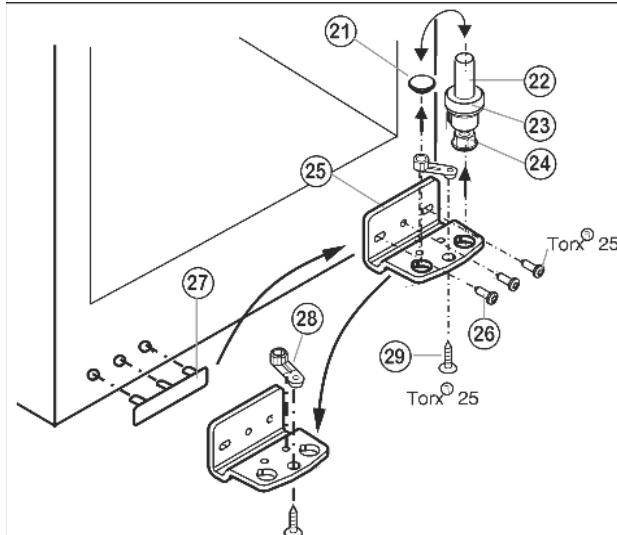

Fig. 6
- Извлеките опорный винт Fig. 6 (22) в комплекте с шайбой Fig. 6 (23) и регулируемой опорой Fig. 6 (24), вытягивая его вверх.
- Снимите пробку Fig. 6 (21).
- Открутите Fig. 6 (26) опорный кронштейн Fig. 6 (25).
- Открутите Fig. 6 (29) опорную деталь Fig. 6 (28) и, перевставив в отверстие на противоположной стороне опорного кронштейна, снова прикрепите.
- Осторожно снимите и переставьте на противоположную сторону крышку со стороны ручки Fig. 6 (27).
- Снова прикрепите опорный кронштейн Fig. 6 (25) на новой стороне шарнира (**с моментом 4 Нм**). При необходимости используйте аккумуляторный шуруповёрт.
- Переставьте пробку Fig. 6 (21) в свободное отверстие.
- Вновь установите опорный винт Fig. 6 (22) в комплекте с шайбой и регулируемой опорой. При этом фиксатор должен быть направлен назад.
- ▶ Установите дверцу сверху на нижний опорный палец Fig. 6 (22).
- ▶ Установите верхний опорный кронштейн (12) на новой стороне шарнира и защелкните в дверце.
- ▶ Прикрутите верхний опорный кронштейн (12) (**с моментом 4 Нм**) (2 шт. Torx® 25) (13). При необходимости проделайте отверстия или используйте аккумуляторную отвертку.
- ▶ Защёлкните крышку (10) и крышку (11) на противоположной стороне.
- ▶ При необходимости выровняйте дверцы через два продольных паза в нижнем опорном кронштейне Fig. 6 (25) параллельно корпусу устройства. Для этого выкрутите средний винт.